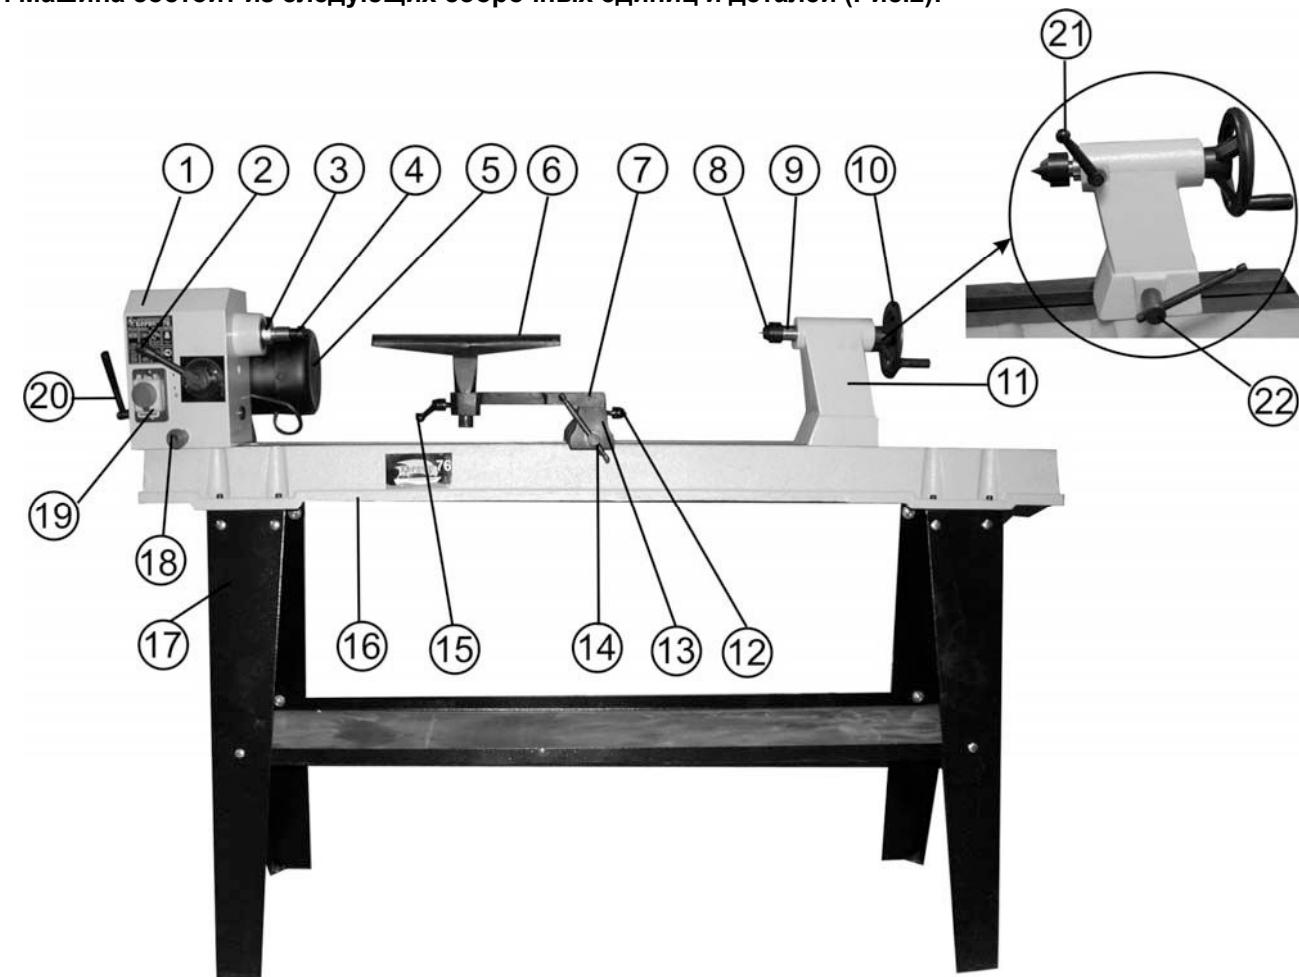

Рис.2
7.1. Машина состоит из следующих сборочных единиц и деталей (Рис.2):
- 8.4.3. Вставьте центр задней бабки (8) в конусное отверстие пиноли (9), Рис.2.
- 8.4.4. Для снятия цента задней бабки (8) поверните маховик задней бабки (10) против часовой стрелки при нахождении пиноли в крайнем заднем положении, Рис. 2.